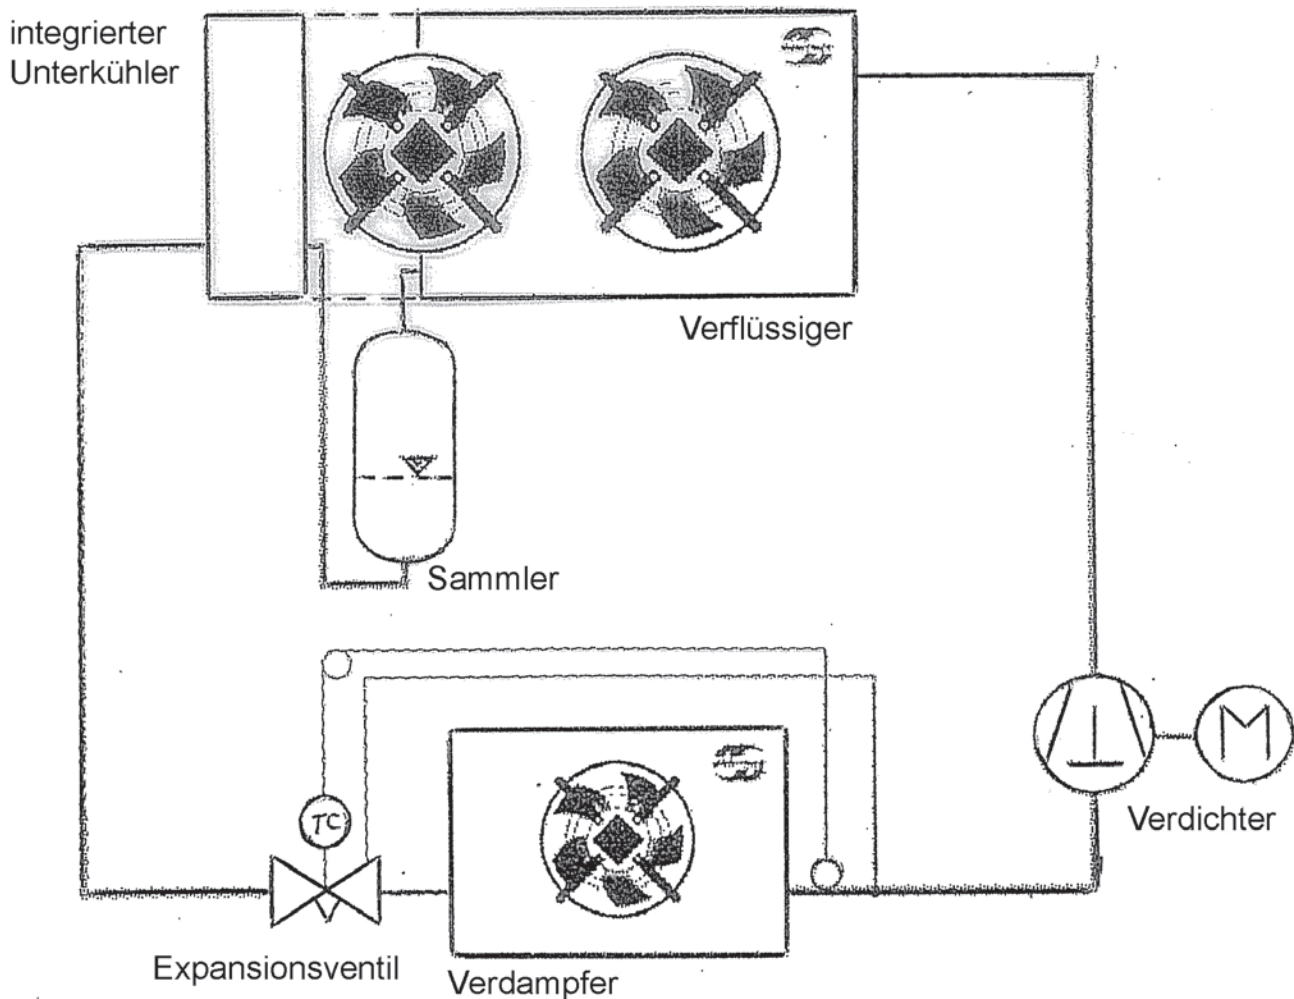

Bild 18: Möglichkeit zur Erzeugung der Unterkühlung im luftgekühlten Verflüssiger mit separatem Unterkühlerregister
- Unterkühlung des Kältemittels erforderlich? (siehe Bild 18)